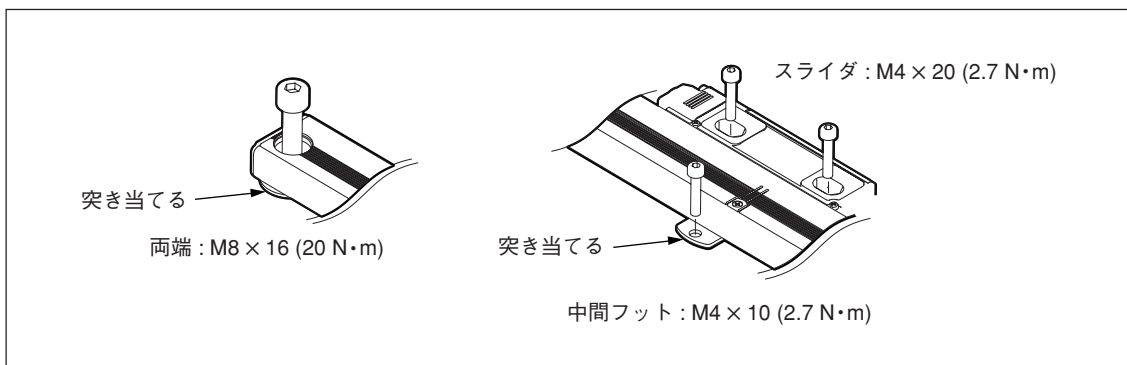

図2-4
- スケール取付ねじは一度に締めず、仮締めし、平行度を出してから規定トルク (図2-4参照) で締め付けてください。